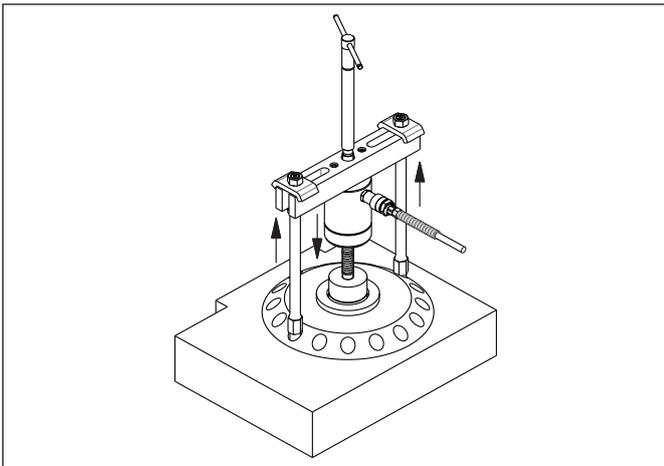

Figura 11, Extractor de alargaderas (estándar)
El extractor de alargaderas puede usarse de forma independiente fijando las patas directamente a la pieza de trabajo que debe extraerse (vea la Figura 11). En este caso, las patas del extractor deben enroscarse directamente en la pieza de trabajo (consulte la sección 11.7 para conocer las especificaciones de las roscas). Como alternativa, el extractor de alargaderas puede usarse en combinación con el accesorio extractor de guillotinas (consulte la sección 7.5) o el extractor interiores (consulte la sección 7.6).
- Monte el extractor en el cojinete, la polea u otra pieza a extraer. Alinee las patas del extractor. Vea la Figura 11.